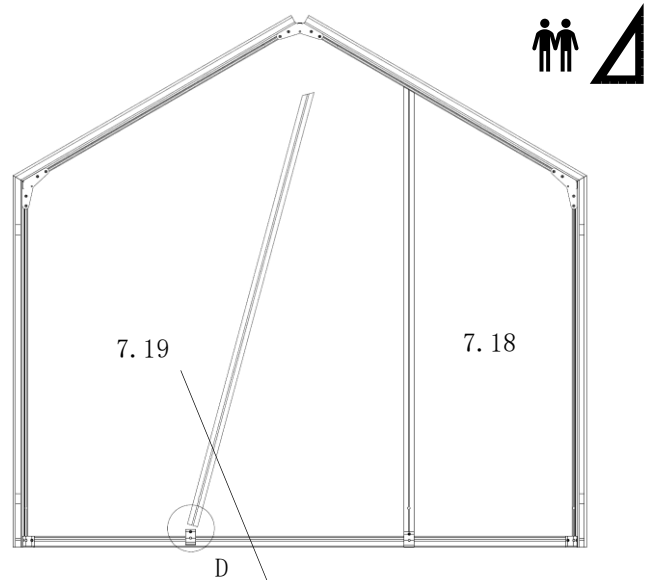

Abb. 36
- Verschraubungen (Pos. SM2/U4/SM30) handfest anziehen! (Abb. 36)